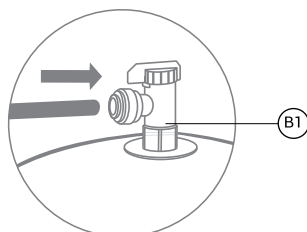

Рис. 15
- вентиль I (цанговое подключение) - вставьте пластиковую трубку в фитинг до упора (рис. 15); для герметизации соединения приложите дополнительное усилие, при этом трубка утопится еще примерно на 3 мм и будет плотно обжата резиновым кольцом фитинга;